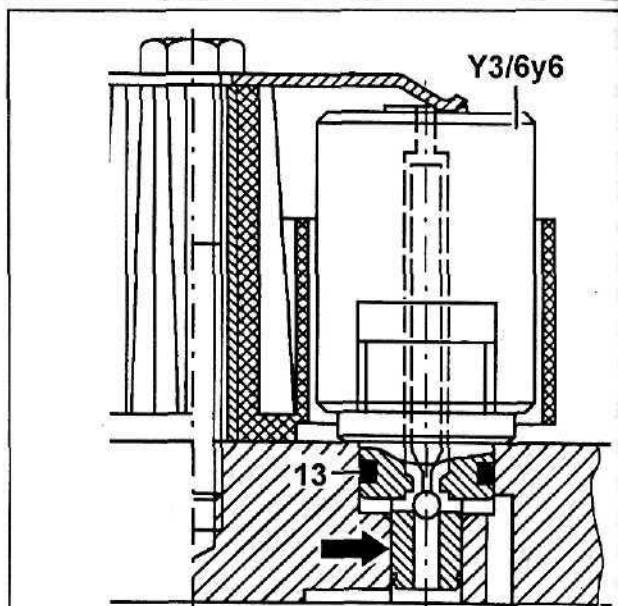

Рис. 22.
Соленоид управления муфтой блокировки гидротрансформатора Y3/6 уб (рис. 22) работает в режиме широтно-импульсной модуляции. Он преобразует электрический ток в соответствующее давление. Этот клапан устанавливается в отверстие клапанной коробки и герметизируется с помощью посадочного пояска (на рис. 22 показан стрелкой) и уплотнительного кольца (13).